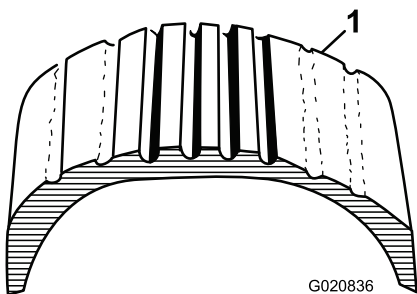
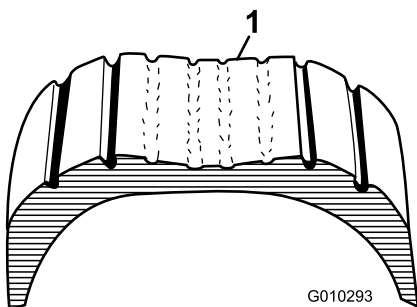

Figure 58
Figure 59
1. Vérifiez visuellement l'état et l'usure des pneus (Figure 58 et Figure 59).